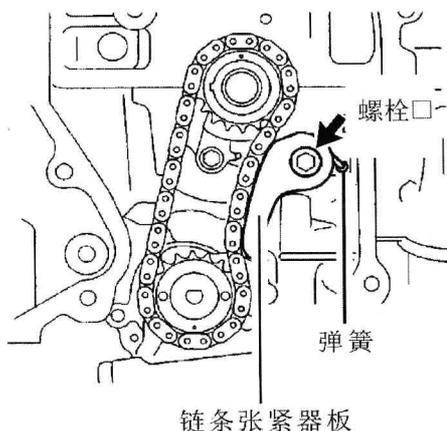

图 1-25 将缓冲弹簧插入调节孔内
(4) 用齿轮上的链条，将链轮安装到曲轴和机油泵上。
(5) 用螺母暂时拧紧机油泵驱动轴链轮。
(6) 将缓冲弹簧插入调节孔内，然后用螺栓安装链条张紧器板，如图 1-25 所示。